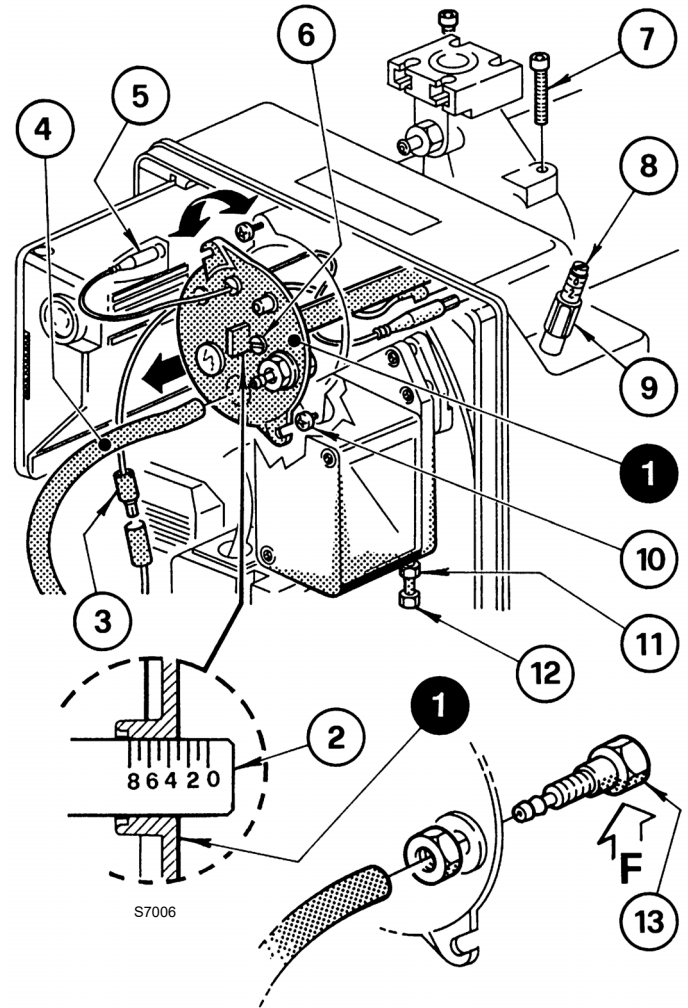

Abb. 12
Sie erfolgt, indem die Stellschraube 6)(Abb. 12) im oder gegen den Uhrzeigersinn gedreht wird, bis die Raste am Stellbügel 2) mit der Außenfläche des Kopfblocks 1) übereinstimmt.
In Abb. 12 ist der Stellbügel für den Kopf auf die Raste 3 geeicht.
- die Verbindungen 3) und 5)(Abb. 12) trennen;
- die Schrauben 7) lösen und den Kopfblockhalter 1)(Abb. 12) mit einer leichten Rechtsdrehung herausziehen.
Für den Wiedereinbau die obigen Angaben in umgekehrter Weise ausführen und den Kopfblock 1)(Abb. 12) wieder an seinem ursprünglichen Platz anbringen.
Die Schrauben 7)(Abb. 12) bis zum Anschlag eindrehen, aber nicht festziehen. Mit einem Anzugsmoment von 3 - 4 Nm festziehen.
Sollte sich der Druckanschluss 13)(Abb. 12) zufällig lockern, muss dieser richtig befestigt werden, wobei sicher zu stellen ist, dass das Loch (F) an der inneren Seite des Kopfblocks 1)(Abb. 12) nach unten gerichtet ist.